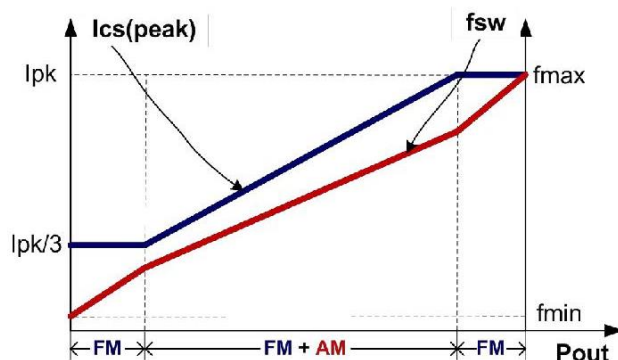

图 4
如图 4 所示，为了满足严苛的平均效率和待机功耗要求，U6210 采用了调幅控制 (AM) 和调频控制 (FM) 结合的多模式控制技术。